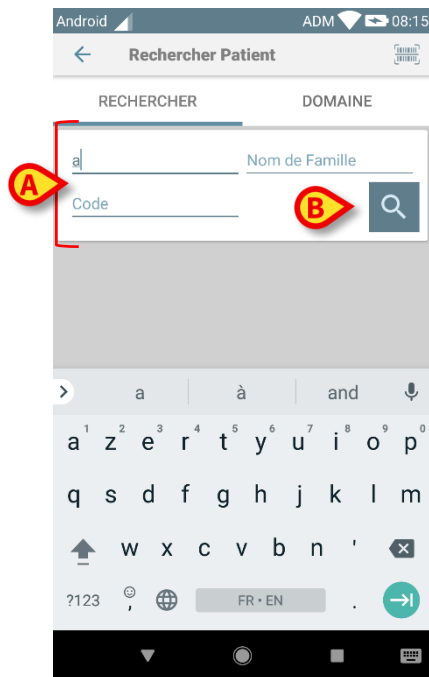

Fig 34
- Saisir les données du patient dans les champs indiqués sur la Fig 34 **A** (prénom, nom, code), puis cliquer sur le bouton **Rechercher** (Fig 34 **B**). Les informations partielles sont autorisées.